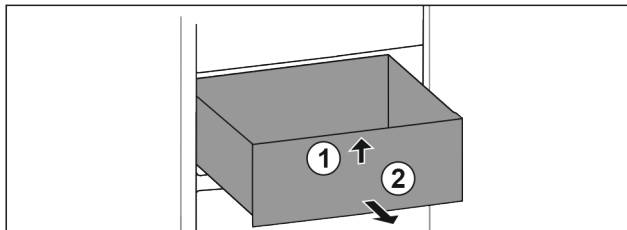

Fig. 96
- ▶ Predal spredaj dvignite. Fig. 96 (1)
- ▶ Predal vzemite ven v smeri naprej. Fig. 96 (2)